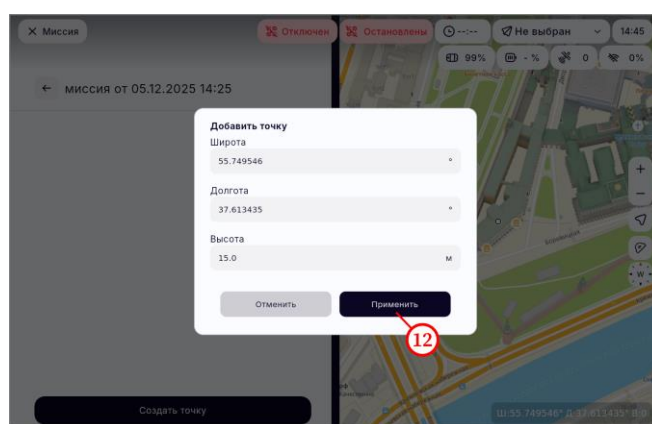

Рисунок 49
- на открывшейся форме нажать на кнопку «Применить» (рисунок 49, шаг 12);